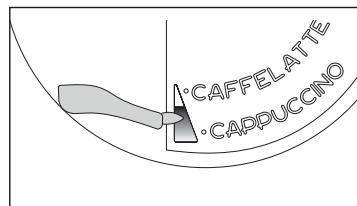

Fig. 41
- Posicione o regulador de espuma de leite (C1) entre as palavras CAPPUCINO e CAFFELATTE impressas na tampa do recipiente para leite. A quantidade de espuma pode ser ajustada movendo o regulador na direção da palavra CAFFELATTE para uma espuma mais densa. Se o mover na direção da palavra CAPPUCINO, obtém uma espuma menos densa (Fig. 41).